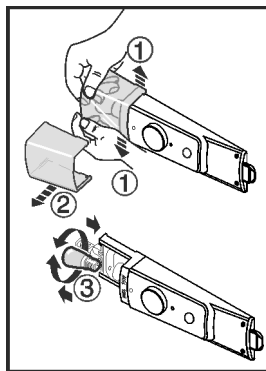

Fig. 12
- Lampeabdeckung nach Abbildung, innen, im vorderen Bereich auseinanderdrücken Fig. 12 (1) und zur Seite abziehen Fig. 12 (2).
- Die Lampe auswechseln. Fig. 12 (3)